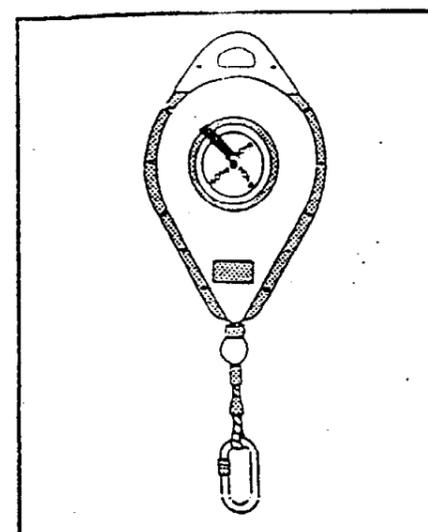

Fig. 2
- réglage effectué en fonction du poids de l'utilisateur, si un dispositif est prévu à cet effet sur le boîtier de l'appareil (Fig. 2).